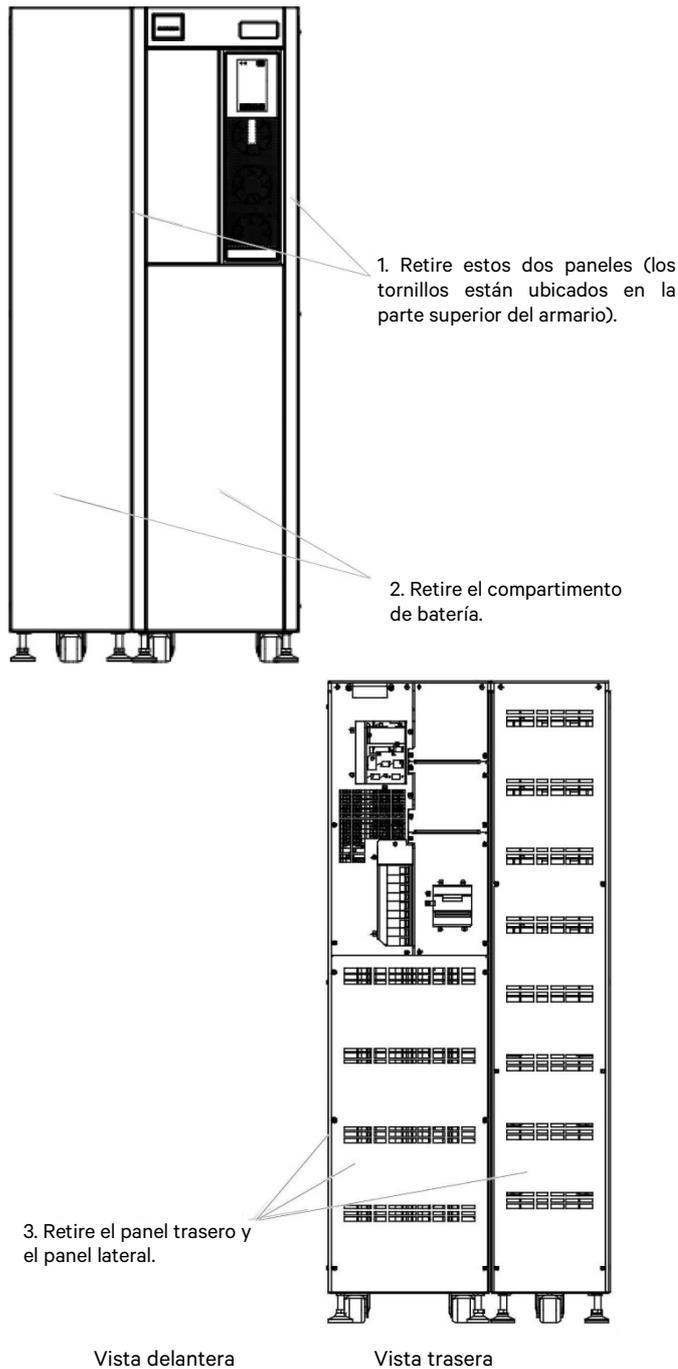

Figura 8-3 Retirada de las cubiertas correspondientes
a) Retire las cubiertas correspondientes, como se muestra en la Figura 8-3. No se deshaga de los tornillos.